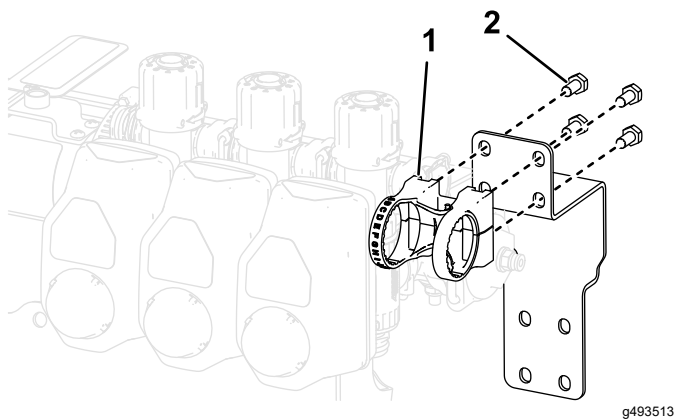

Bild 28
6. Montieren Sie die Regelventilbaugruppe mit vier Schrauben (M6) an der Oberseite der Regelventilhalterung, wie in Bild 28 dargestellt.